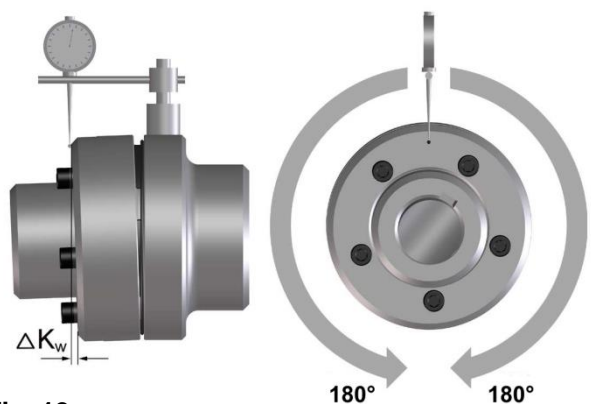

Fig. 12
- ❑ Mesurer un tour complet (360°). Déterminer la plus grande différence  $\Delta K_{w1}$  ainsi que la plus petite  $\Delta K_{w2}$  (fig. 12).